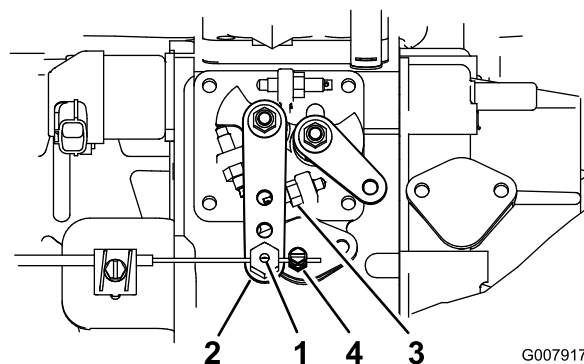

Рисунок 56
3. Удерживайте плечо рычага насоса для впрыска топлива прижатым к упору высокой частоты холостого хода (Рисунок 56).
2. Ослабьте соединитель на тросике дроссельной заслонки рядом с рычагом насоса для впрыска топлива (Рисунок 56).